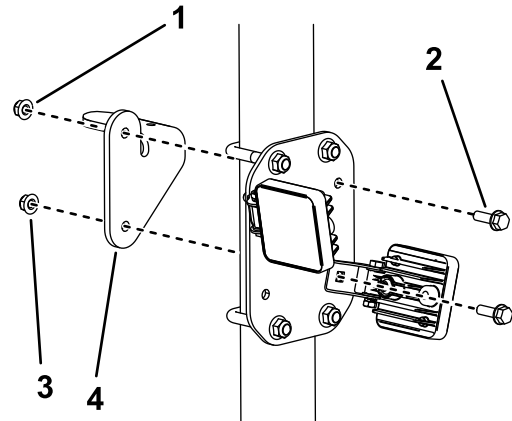

Bild 2
2. Befestigen Sie die Rundumleuchte an der Halterung an, wie in Bild 2 dargestellt.